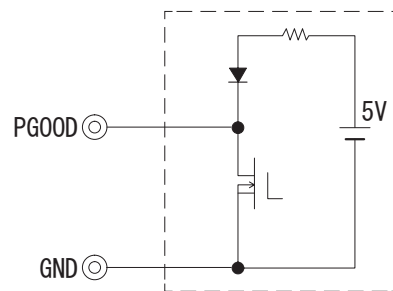

図4.11 PGOOD端子内部回路
- PGOOD端子は、図4.11のような内部回路になっています。また、PGOOD端子への流入電流は $10mA$ 以下としてください。